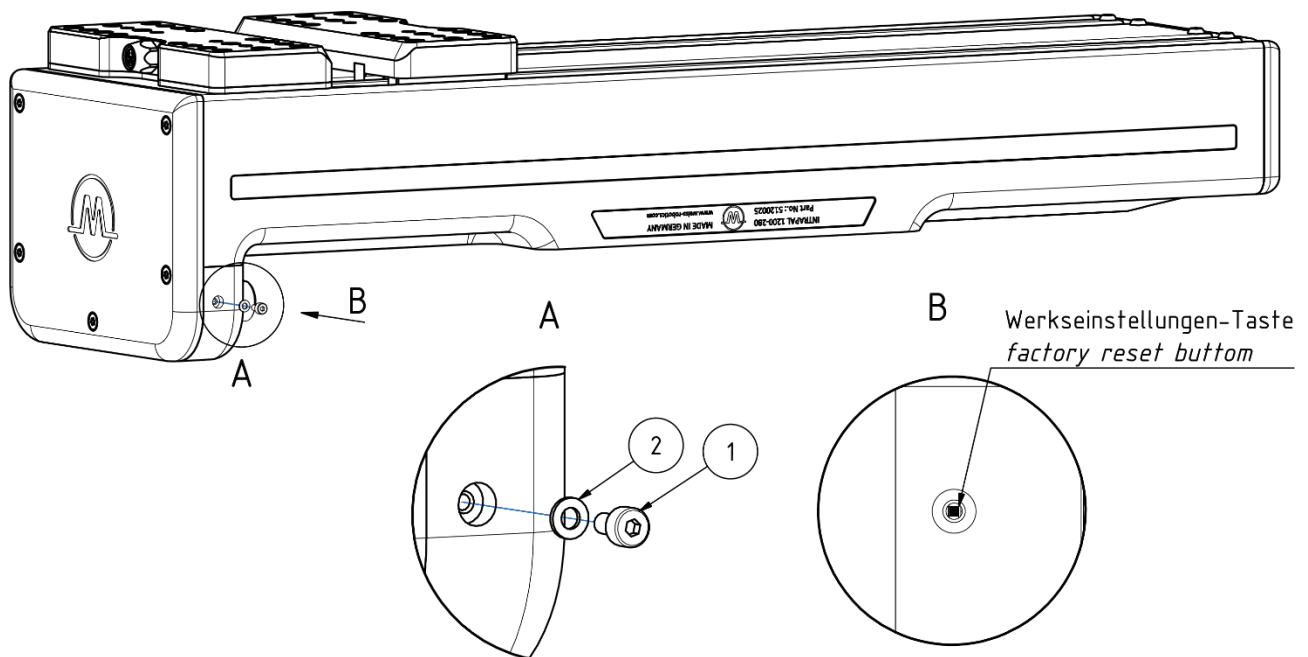

Abbildung 30: Zurücksetzen auf die Werkseinstellungen
Entfernen Sie die Schraube (1) und Dichtungsscheibe (2) wie in Abbildung 30 (Ansicht A) gezeigt. Am unteren Ende der Öffnung befindet sich die Werkseinstellungen-Taste, die mit einem dünnen Stift erreicht werden kann.